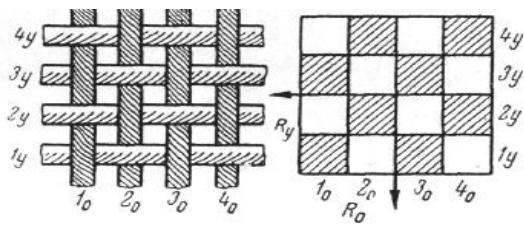

Рис.18.Анализ ткацкого переплетения
Зарисовку продолжают до тех пор, пока рисунок полностью не повторится, т.е. не будет зарисовано 2 раппорта. Если рисунок переплетения в обоих рапортах одинаков, можно считать, что зарисовка произведена правильно. Тогда первую уточную нить сбрасывают, сдвигают вторую и в том же порядке зарисовывают ее переплетение. Так продолжают до тех пор, пока полностью не зарисуют переплетение двух рапортов по утку (рис.18.)
- простые (гладкие или главные) (рис. 18 – 23):